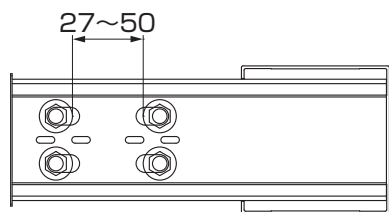
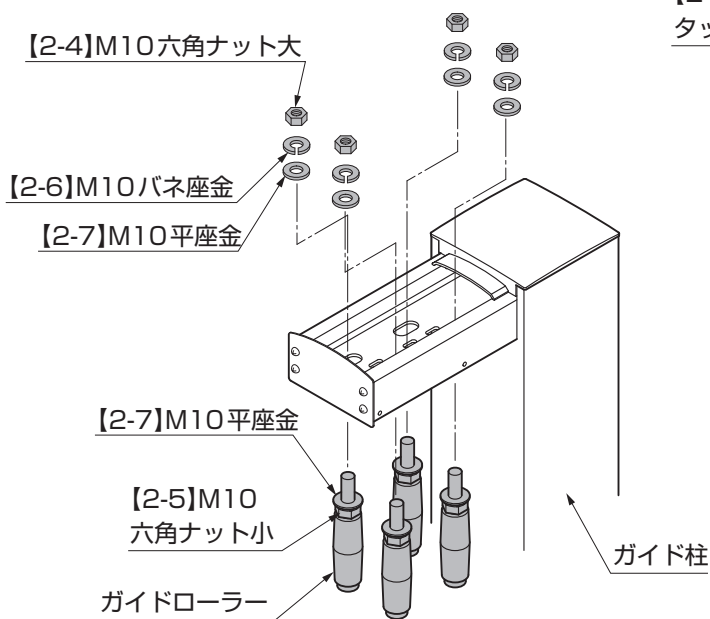

図4-1
図4-3
- ①ガイドローラーセットを取付け、引戸本体の幅に合わせてガイドローラーの幅を調整してください。(図4-1、図4-3参照)